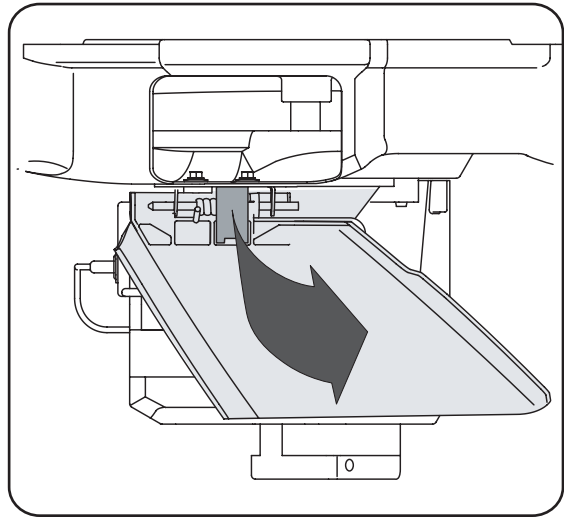

Figure 1
- Vous remarquerez que le déflecteur de la goulotte de votre tondeuse se trouve en position verticale. Il est retenu par une cale utilisée à des seules fins d'expédition. Veuillez enlever cette cale et la jeter avant d'utiliser la tondeuse. Voir la Figure 1.